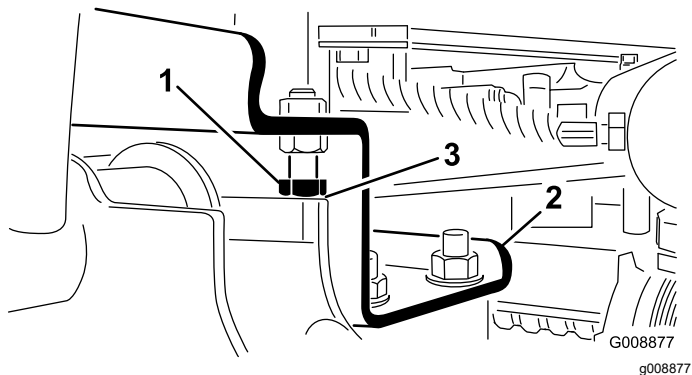

図 12
A. ストップボルトを戻す 図 12。
2. 各昇降アームとストップボルトとの隙間が 0.131.02 mmの間にあるかどうか点検する(図 12)。この範囲になればストップボルトを調整する。